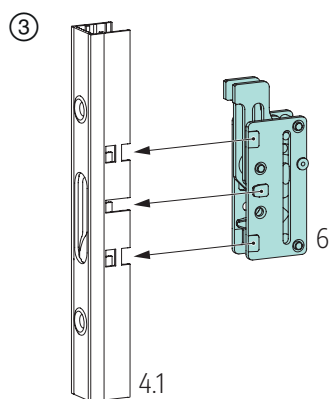

Abb. 22
③ Bei Getriebe mit Haken 4.1 die Hakenkästen 6 in das Getriebe klipsen; **Abb. 22**.